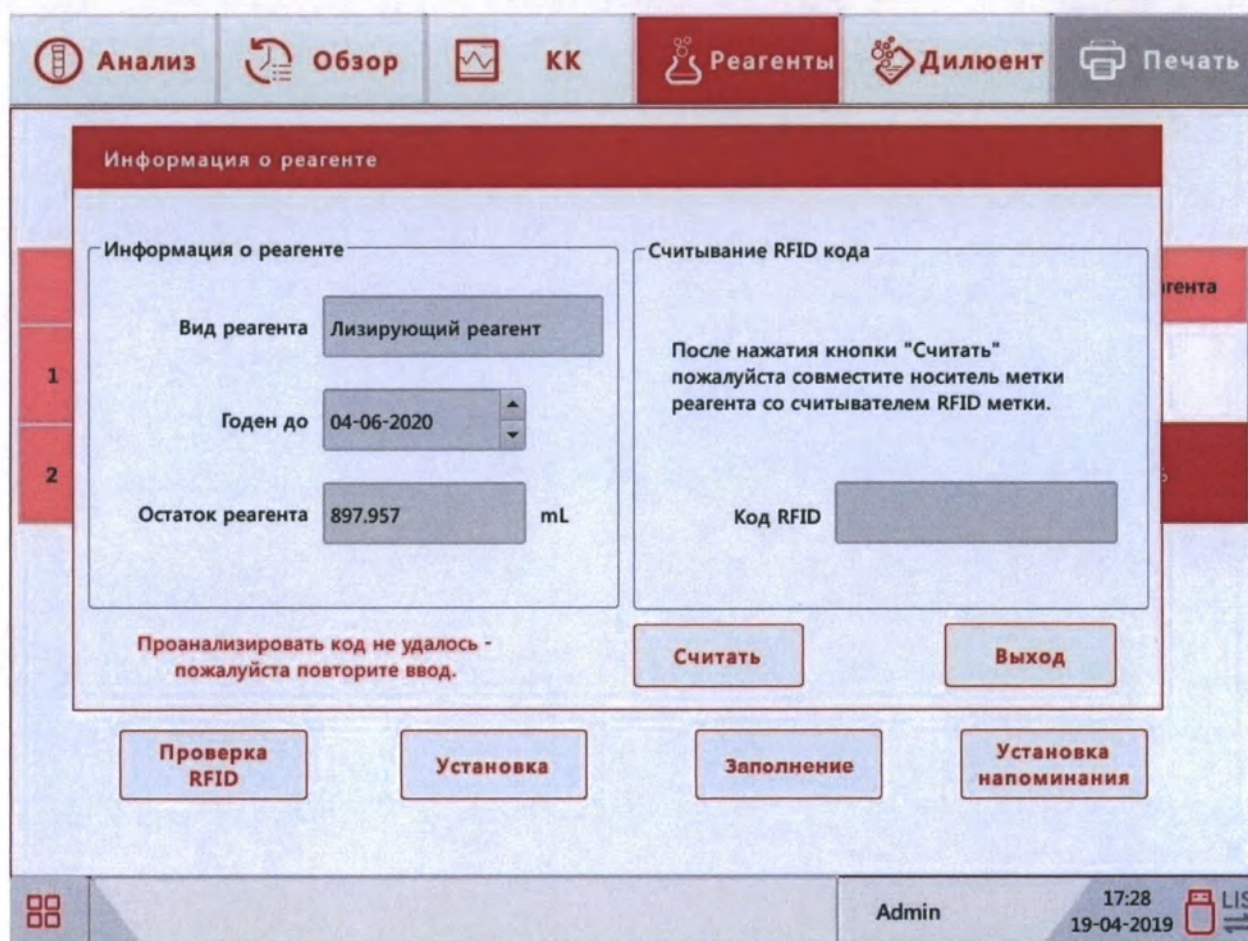

Рис.9.3-31 RFID-метка реагента не читается
- 6) Если на шаге 2 не удаётся активировать RFID метку нового реагента (метка не читается, либо вместо штатного **“Установка прошла успешно.”** выдаётся какое-то иное сообщение (Рис.9.3-31), и попытки повторного чтения той же самой метки приводят к аналогичному результату, необходимо проверить статус данной RFID-метки реагента. Закройте окно **“Информация о реагенте”** кнопкой **«Выход»**, нажмите кнопку **«Проверка RFID»** на экране установки реагентов – откроется окно проверки содержимого RFID-меток (Рис.9.3-32). Нажмите в нём кнопку **«Считать»** и разместите метку реагента в области считывания сканера RFID-меток. Далее возможны четыре варианта развития событий: